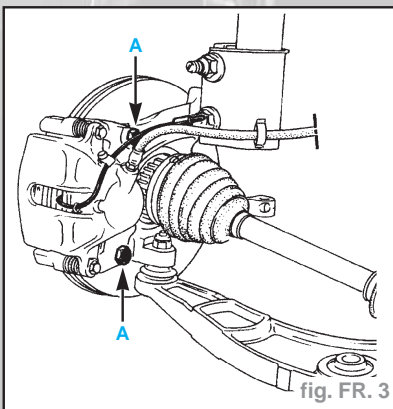

fig. FR. 3
- Déposer les deux vis (A) de fixation sur le porte-fusée (fig. FR. 3).
- Mettre en place l'étrier sur le porte-fusée et serrer les deux vis (A) au couple de **10 daN.m** (fig. FR. 3).
- Déposer les deux vis (A) de fixation de l'étrier (fig. FR. 3).
- Reposer l'étrier de frein, enduire les vis de **Loctite FRENBLLOC** et serrer les vis au couple de **10 daN.m** (fig. FR. 3).